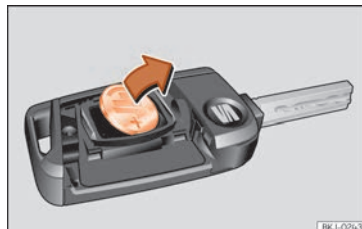

Fig. 133 Chiave del veicolo: estrarre la batteria.
- Estrarre la batteria dal vano con un oggetto fino adatto » » » **fig. 133**.
- Collocare la nuova batteria come illustrato » » » **fig. 133** e inserirla nel vano batteria nella direzione contraria a quella indicata dalla freccia » » » **2**.